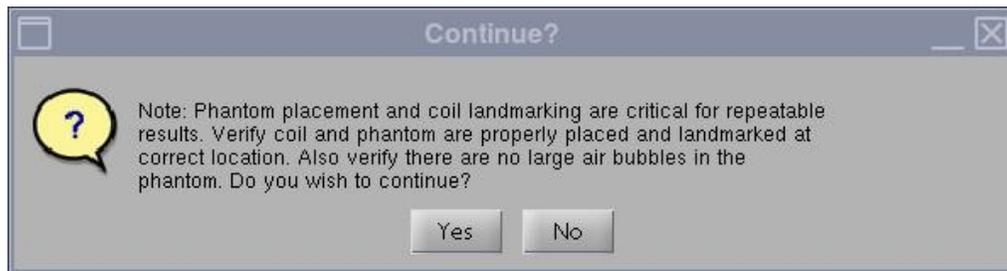

Рис. 4
3. После запуска будет выведено сообщение Phantom placement and coil landmarking are critical for repeatable results (Расположение фантома и регистрация положения катушки по ориентиру важны для получения воспроизводимых результатов). Если ориентир был установлен правильно, а в фантоме нет пузырьков воздуха, нажмите кнопку **[Yes]** (Да), чтобы продолжить. (См. Рис. 4).